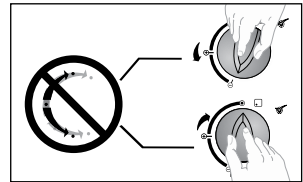

Figura 47
- No haga fuerza a las perillas más allá del tope de ABIERTO y CERRADO (Ver figura 47).